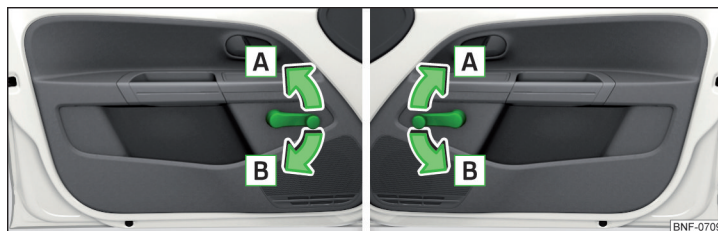

Fig. 35 Operación de ventana: a izquierda/derecha
- ▶ Para **abrir**, girar la manivela en el sentido de la flecha **A** » fig. 35.